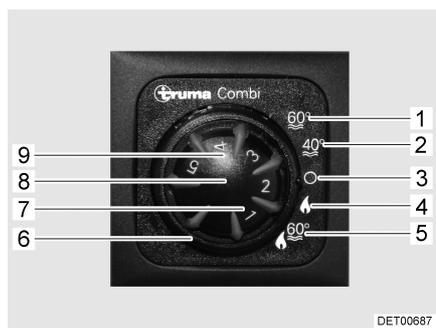

Bild 66 Bedieneinheit
- Betriebsart mit dem Drehschalter (Bild 66,6) einstellen.
Bei Winterbetrieb "Heizung und Warmwasser-Bereitung" (Bild 66,5) wird beim Einschalten der Heizung automatisch auch das Brauchwasser erhitzt. Wenn die Heizung bei Erreichen der gewünschten Raumtemperatur abschaltet, wird das Brauchwasser weiter erhitzt, bis die Wassertemperatur erreicht ist.
Die Heizung kann in der Betriebsart "nur Heizung" (Bild 66,4) mit leerem Brauchwasser-Behälter betrieben werden.
- Temperaturdrehknopf (Bild 66,8) an der Bedieneinheit auf gewünschte Heizstufe stellen.
- Drehschalter (Bild 66,6) auf Winterbetrieb "nur Heizung" (Bild 66,4) oder auf Winterbetrieb "Heizung und Warmwasser-Bereitung" (Bild 66,5) stellen.
Grüne Kontroll-Leuchte (Bild 66,7) leuchtet.
- Drehschalter (Bild 66,6) auf "O" (Bild 66,3) stellen.
- An der Bedieneinheit (Bild 66) Drehschalter (Bild 66,6) auf "Sommerbetrieb" (Bild 66,1 oder 2) stellen.
Die gelbe Kontroll-Leuchte (Bild 66,9) leuchtet während der Aufheizphase. Bei Erreichen der eingestellten Wassertemperatur ist die Aufheizphase beendet und die gelbe Kontroll-Leuchte erlischt.
Bei Störung leuchtet die Kontroll-Leuchte (Bild 66,9) an der Bedieneinheit rot (siehe Abschnitt 15.7).
- An der Bedieneinheit (Bild 66) Drehschalter (Bild 66,6) auf "O" stellen.
Die Kombination Gasbetrieb und 230-V-Elektrobetrieb verkürzt die Aufheizzeit des Brauchwassers und des Fahrzeugs (nur möglich, wenn die Heizung an der Bedieneinheit (Bild 66) auf Winterbetrieb gestellt ist).